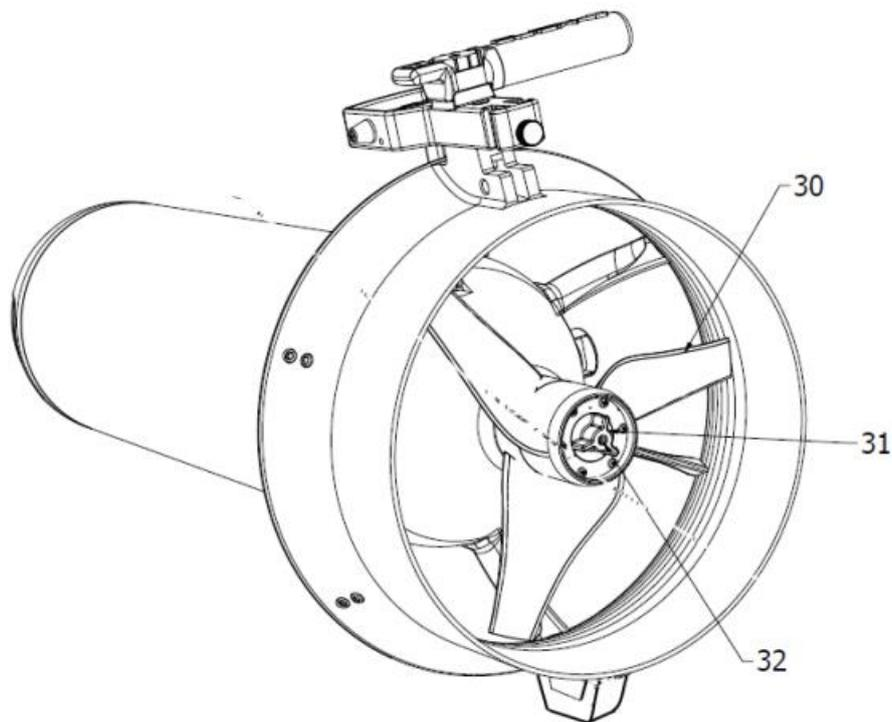

Fig.9
Afferrare l'elica per una pala (30 - Fig. 9) e svitare il pomello (31), girando in senso ANTIORARIO fino alla completa estrazione dell'elica.